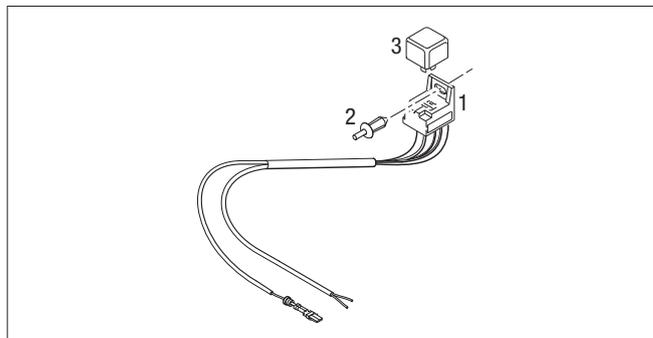

Bild 8
- Relaissockel Gebläse (1) an einer geeigneten, zugänglichen Stelle mit Kabelband oder Spreizniet (2) befestigen. Hierzu den Bolzen des Spreiznietes 5,5 x 12 eindrücken, bis der Relaissockel fest sitzt, siehe Bild 8.
- Deckel (3) auf den Relaissockel setzen.